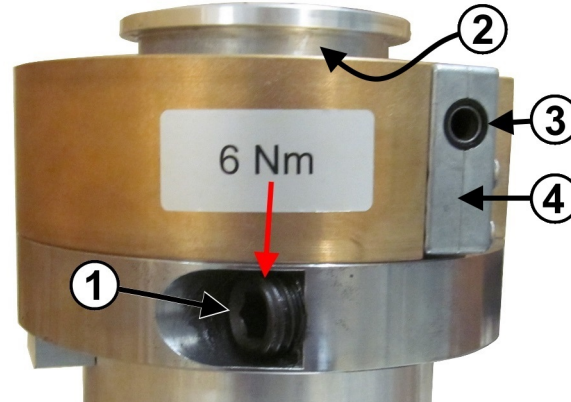
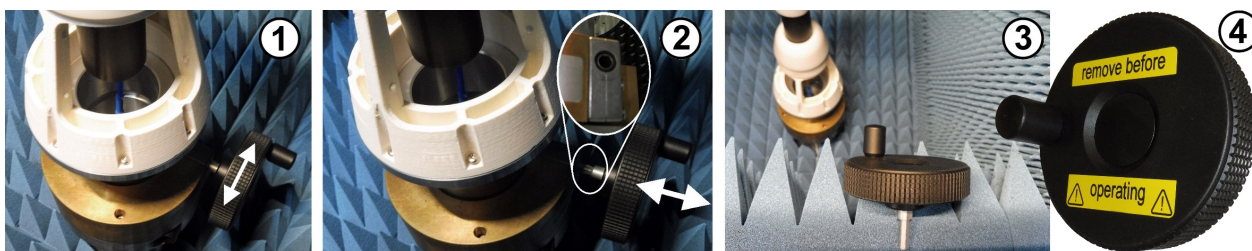

Figure 7-2 : Plateau rotatif avec vis de fixation et manivelle
Figure 7-3 : Manivelle du plateau rotatif
4. Insérez la manivelle (notée 4 dans Figure 7-3) dans la borne hexagonale (notée 3 dans Figure 7-2).
5. Tournez la manivelle (Figure 7-3) jusqu'à ce que la hauteur du dispositif sous test soit correctement ajustée au pointeur laser horizontal.
- 5 = Manivelle pour lever ou descendre le plateau rotatif (retirer la manivelle avant d'utiliser le bras; voir Figure 7-3)